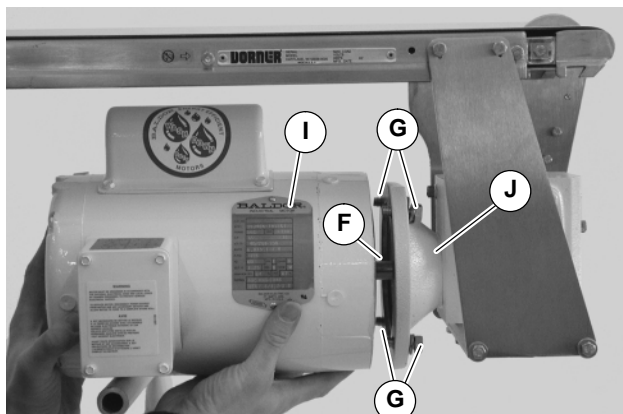

Abbildung 29
7. Mit der Passfeder (F siehe Abbildung 29) in der Nut, den Motor (I) mit dem Untersetzungsgetriebe (J) zusammenschieben. Die Schrauben einsetzen (G) und festziehen.